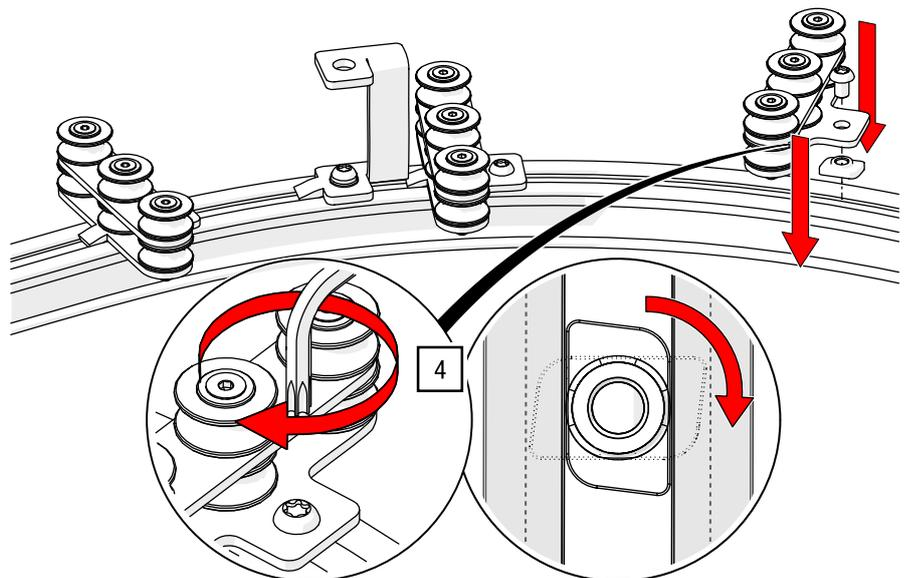

Abb. 105: Doppelt obenliegende Seilführung – Seilführung für Kurve montieren
- Positionieren Sie in den Kurven je eine der mitgelieferten Seilführungen nahe der Abhängung, verteilen Sie den Rest an der Schienenbiegung (Doppelrolle gegenüber Seilklemmung am Zugwagen) und ziehen Sie die Schraube mit einem TORX®-Schlüssel T40 und 27 Nm an (siehe Abb. 105).